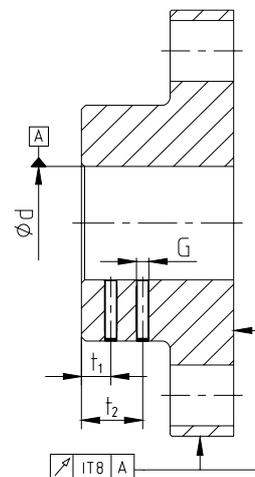

Figura 25: concentricidad y perpendicularidad
- Los agujeros del manguo mecanizados por el cliente deben de respetar la concentricidad y perpendicularidad (ver figura 25).